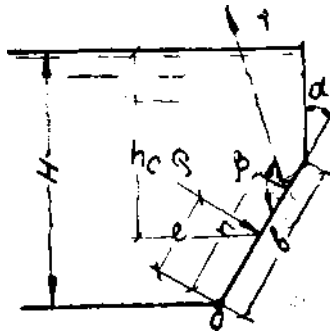

Рис. 10.
**Завдання 10.** Трикутний отвір, утворений зрізом кута резервуару, закритий трикутним щитом, нахиленим під кутом  $\alpha = 30^\circ$  до вертикалі (рис. 10). Основа  $a$  і висота  $b$  трикутного отвору рівні 2,0 м. Щит, що закриває трикутний отвір, обертається щодо осі  $O - O$  і утримується ланцюгом, прикріпленим до нього на відстані  $p = 2,0$  м від основи і натягнутою під кутом  $\beta = 120^\circ$  до щита. Знайти натягнення ланцюга  $T$  і реакцію опор  $R$  осі  $O-O$  при напорі води  $H = 3,2$  м.